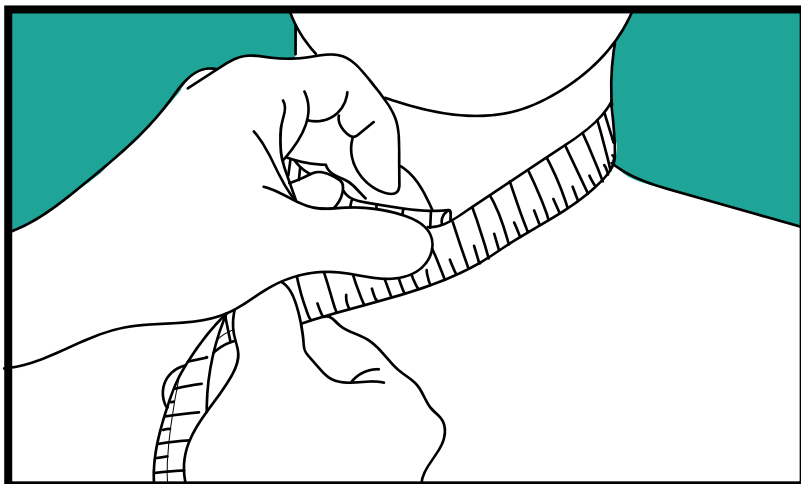

FIGURA 3
1. Usando uma fita métrica flexível, circunde-a ao longo do pescoço conforme a figura 3.